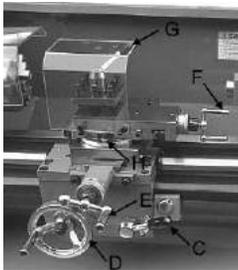
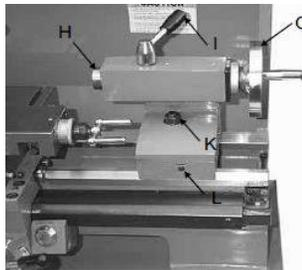

Fig. 25
Fig. 26
2. **Controles da chapa de proteção** – A alimentação longitudinal automática e corte de rosca são obtidos ao acionar a alavanca (C, Fig. 25). Empurre a alavanca para baixo para acioná-la, puxe-a para cima para desacioná-la. O volante (D, Fig. 25) é usado para deslocar o carro manualmente.
3. **Alavanca do carro transversal** (E, fig. 25) – o carro transversal é movido para frente e para trás manualmente com a alavanca. Rotacione no sentido horário para movê-lo para frente, e no sentido anti-horário para movê-lo para trás.
4. Alavanca da tampa deslizante (F, Fig. 25) – localizada no final da tampa deslizante. Rotacione no sentido horário ou anti-horário para mover ou posicionar. A alavanca de fixação da pós-ferramenta (G, Fig. 25) está localizada no topo da pós-ferramenta. Rotacione no sentido anti-horário para soltar e no sentido horário para apertar. **Girando o cone com a tampa deslizante** – afrouxe as duas porcas (H, Fig. 26) para a esquerda e para a direita da tampa deslizante. Então, você pode rotacionar a tampa em si. Após posicioná-la em posição adequada, aperte-a.
5. Controles de contraponto - O pino de puxador do contraponto (H, Fig. 26) é usado para segurar as ferramentas. Ele é fixado com as alavancas de fixamento (I, Fig. 26). Rotacione no sentido anti-horário para afrouxar e no sentido horário para apertar. Rotacione o volante (G, Fig. 26) no sentido horário para avançar o pino, e no sentido anti-horário para retrai-lo. O contraponto na base do torno pode ser fixado com a porca de fixação (K, Fig. 26). Se o contraponto possuir um grande peso, aperte a porca para o lado direito da base. **Ajuste de compensação do contraponto** - dois parafusos (L, Fig.26) localizados na base do contraponto são usados para compensá-lo pelo corte cônico. Afrouxar um parafuso, enquanto aperta-se outro ao mesmo tempo, irá compensar o contraponto.